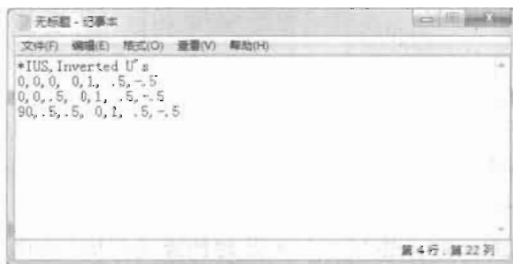

图 19-8
- (1) 在“记事本”中打开以 ASCII 格式保存的“acad.pat”文件或“acadiso.pat”文件。
- (2) 创建包括星号和图案名称的标题行：*IUS,U 形图案。
- (3) 绘制向上的直线（简单的虚线），其原点为 0,0，代码为：90,0,0,0,1,.5,-.5。
- (4) 绘制顶部横线，应该从向上的直线的端点开始，所以它的原点为 0,.5，代码为：0,0,.5,0,1,.5,-.5。
- (5) 绘制向下的直线，必须从顶部横线的端点开始，其相对于图案的第一个实例的坐标为 .5,.5，因此该点就是其原点，代码为：270,.5,.5,0,1,.5,-.5。
- (6) 代码完成后，将文件保存为 IUS.txt，然后将其扩展名改为.pat，即 IUS.pat。
- (7) 将文件移动到 AutoCAD 2013 的安装目录下的 support 文件夹中，就可以在 AutoCAD 中使用该图案了，其效果如图 19-8 所示。